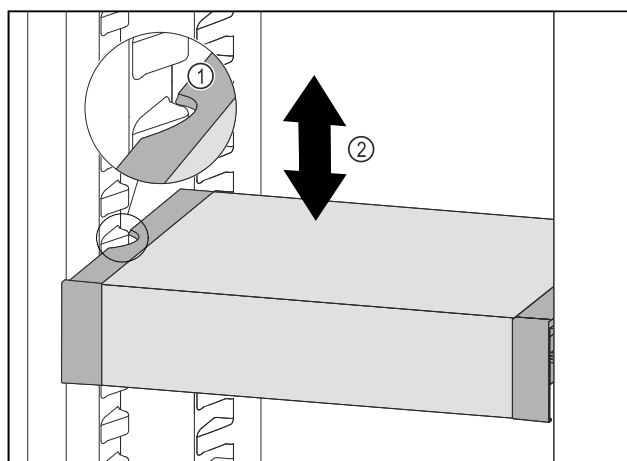

Fig. 96
- Tirare VarioSafe in avanti fino a quando le cavità laterali di VarioSafe non si trovano al livello della nervatura del contenitore nel vano frigorifero. Fig. 96 (1)
- Spostare VarioSafe verso l'alto o verso il basso nel vano frigorifero fino a raggiungere l'altezza desiderata. Fig. 96 (2)